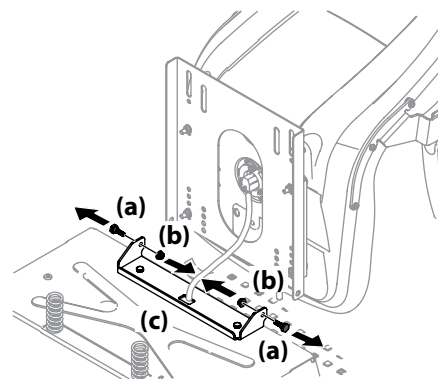

Figura 2-3
- Quite los dos tornillos con reborde (a) y las tuercas de seguridad con brida (b) del soporte del asiento (c) tal como se muestra en Figura 2-3.